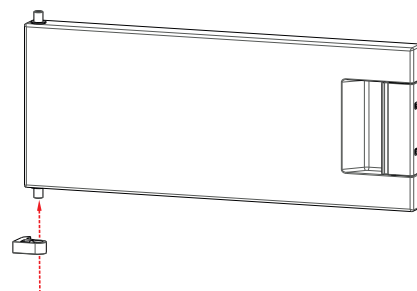

Fig. 7
- ▶ Gire 180° la puerta del congelador. Coloque la bisagra del congelador sobre la espiga izquierda (fig. 7).